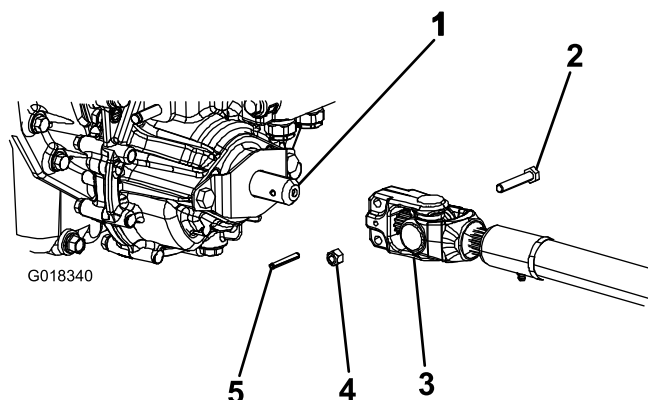

Figure 4
3. Placez l'arbre d'entraînement de PDF sous l'avant de la machine. Veillez à orienter la chape coulissante de l'arbre d'entraînement vers l'arbre d'entraînement de la transmission (Figure 4).